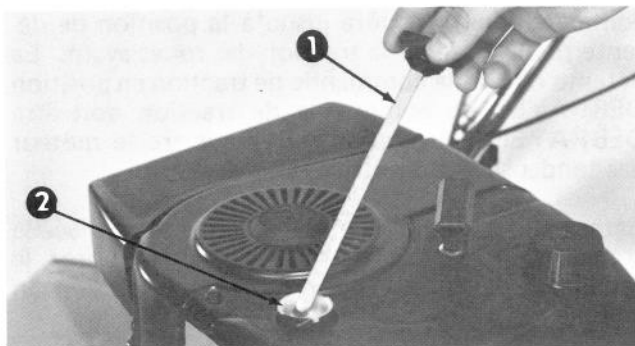

Figure 5
3. Enlevez la jauge de niveau d'huile en tournant le bouchon de 1/4 de tour vers la gauche (Fig. 5).
5. Essayez le bout de la jauge et introduisez-la dans le goulot de remplissage. Tournez le bouchon 1/4 de tour vers la droite. Retirez ensuite la jauge et vérifiez les niveaux d'huile indiqués sur la jauge (Fig. 5). Si le niveau d'huile est bas, n'ajoutez que suffisamment d'huile pour amener le niveau à la marque FULL sur la jauge.